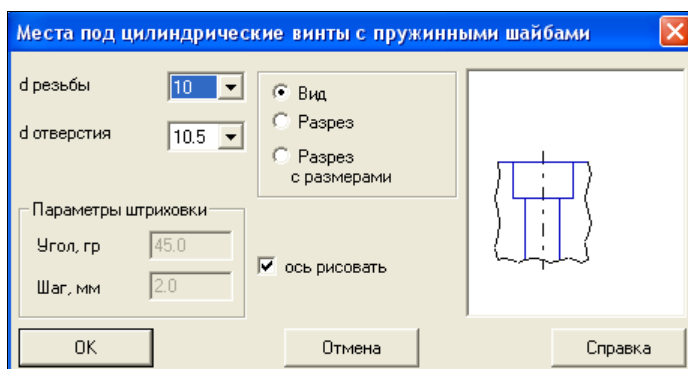

Рис. 26.38. Диалоговое окно
- ◆ не отпуская ЛК мыши, опустите курсор до кнопки **Под цилиндрические винты с пружинными шайбами** и отпустите ЛК мыши. На экране появится диалоговое окно **Места под цилиндрические винты с пружинными шайбами** (рис. 26.38). В данном окне: